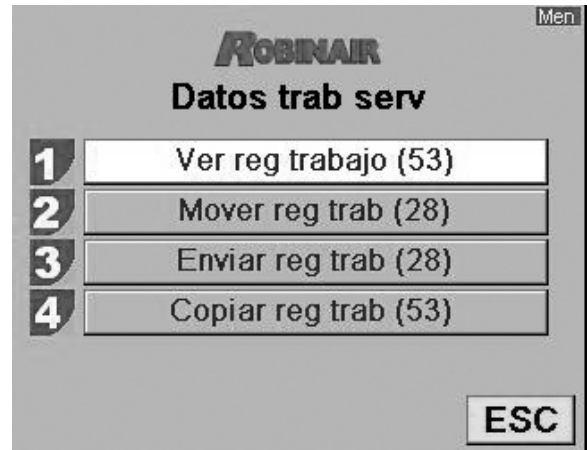

Figura 7
4. Consulte Figura 7. Las opciones son: